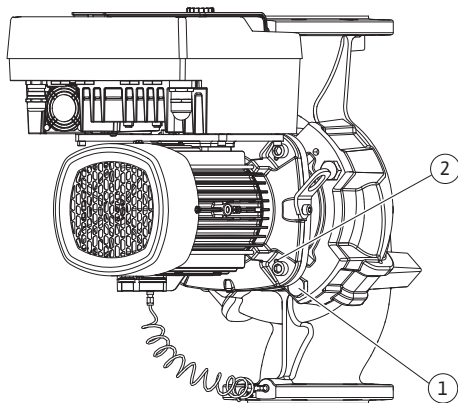

Fig. 104: Отжатие съемного блока через резьбовые отверстия (в зависимости от типа насоса)
23. Отжать съемный блок от корпуса насоса. Для этого использовать два резьбовых отверстия (см. Fig. 104, поз. 1).
33. Для отжатия съемного блока из корпуса насоса использовать два расположенных рядом резьбовых отверстия (Fig. 104, поз. 1) и подходящие винты, предоставляемые заказчиком (например, M10 x 25 мм).